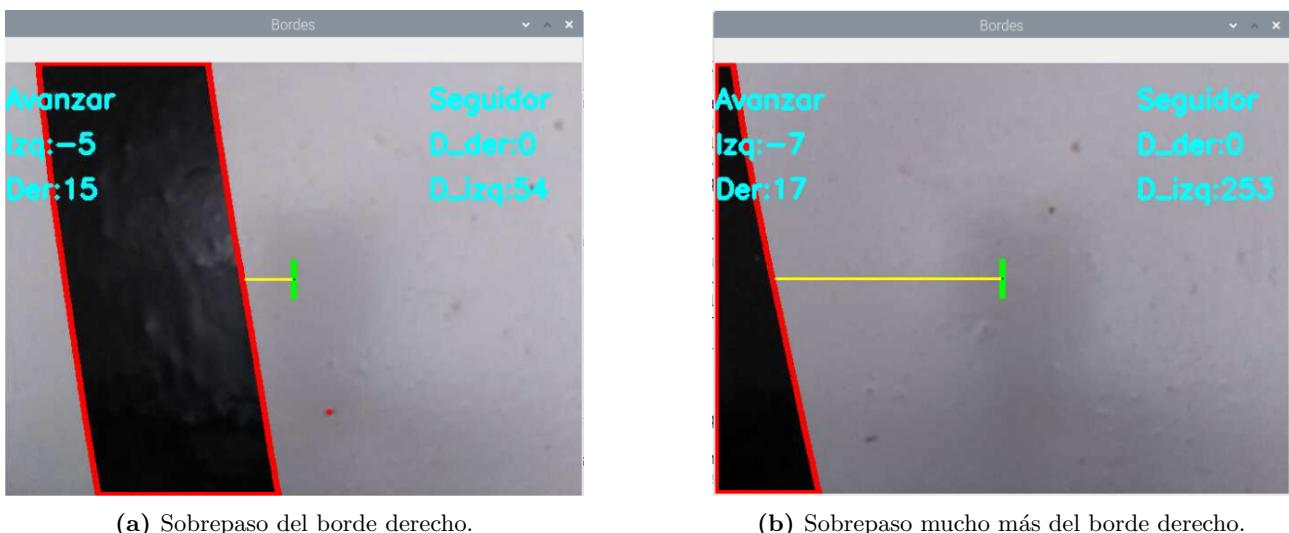

Figura 15 – Sobrepasso del borde derecho.
- **Pasado del borde derecho:** Es similar al descrito anteriormente, pero para el borde derecho. Como se ve en la Figura 15.